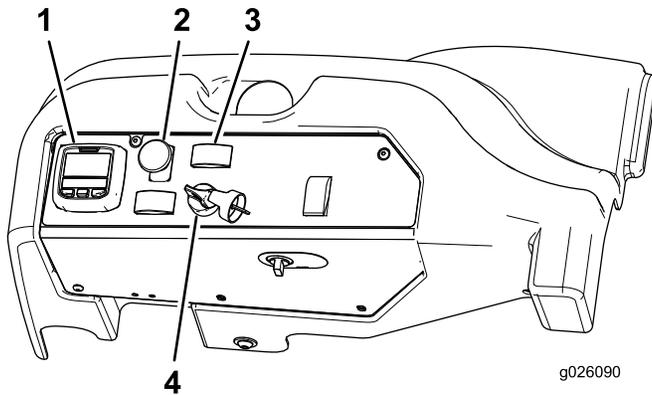

Figura 11
4. Mueva el interruptor de la toma de fuerza (TDF) a la posición de Desengranado (Figura 11).